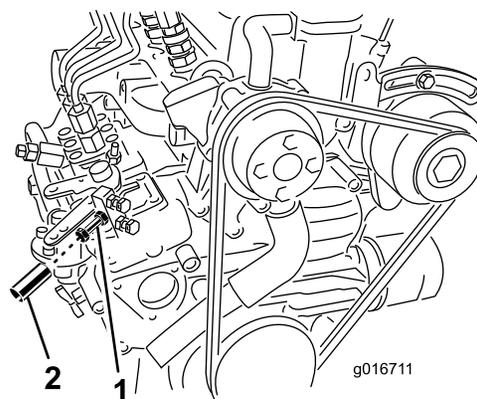

Рисунок 5
3. Используя тахометр и регулировочный винт дроссельной заслонки на двигателе (Рисунок 5), установите частоту вращения двигателя максимум на 3200 об/мин, после чего затяните зажимную гайку на регулировочном винте.
5. Наденьте алюминиевую трубку на регулировочный винт дроссельной заслонки и контргайку (Рисунок 5) и обожмите ее на винте таким образом, чтобы винт нельзя было больше регулировать.